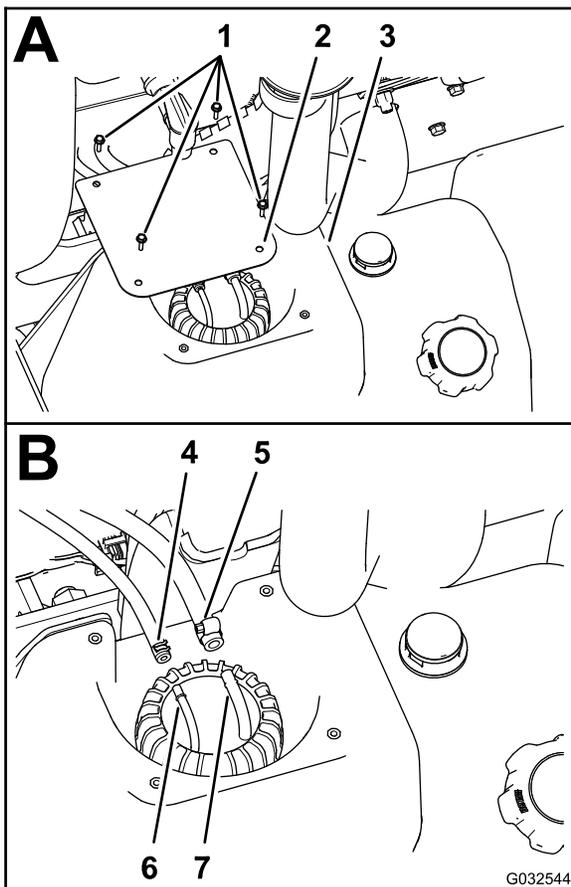

Figura 81
2. En el depósito de combustible, retire los 4 tornillos (Nº 10 x 3/4") que sujetan la tapa a la parte superior del depósito de combustible, y retire la tapa (Figura 81, A).
3. Afloje las abrazaderas que sujetan las 2 mangueras de combustible a los 2 acoplamientos de manguera, en la parte superior del conjunto de tuberías de combustible (Figura 81, B).
4. Desconecte las dos mangueras de los acoplamientos, y vacíe cualquier combustible que queda en la manguera en un recipiente de combustible homologado (Figura 81, B).
4. Monte la manguera de combustible de 6.4 mm (¼") sobre el acoplamiento de manguera de 6.4 mm (¼"), y sujete la manguera al acoplamiento con la abrazadera (Figura 81, B).
5. Monte la manguera de combustible de 8 mm (5/16") sobre el acoplamiento de manguera de 8 mm (5/16") , y sujete la manguera al acoplamiento con la abrazadera (Figura 81, B).
6. Monte la tapa en el depósito (Figura 81, A) con los 4 tornillos (N° 10 x ¾") que retiró en el paso 2 de Retirada del filtro de combustible del depósito \(página 66\).